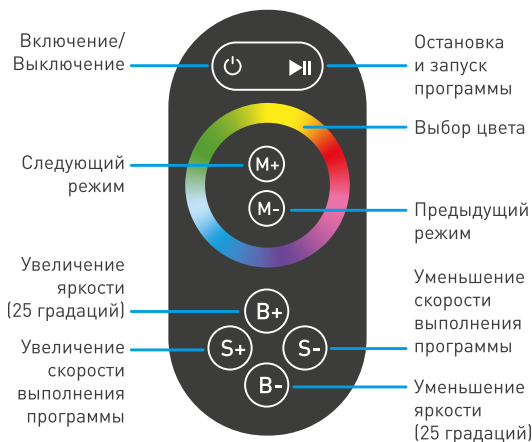

Рис. 3. Пульт дистанционного управления.
- 3.9. Проверьте управление контроллером. На пульте ДУ расположены сенсорное кольцо выбора цвета и 8 сенсорных кнопок управления (Рис. 3).